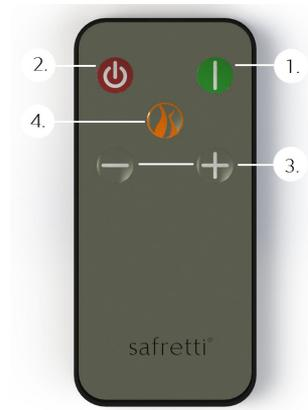
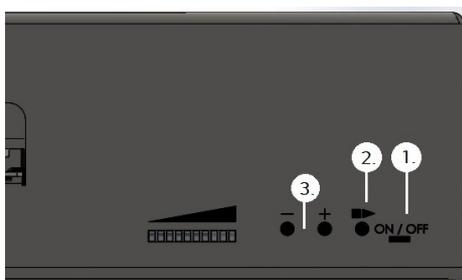

Abbildung 2: Fernbedienung
Abbildung 4: Bedienfeld
- Eine Fernbedienung (Abbildung 2)
- Vier (4) Mono Batterien (Monozelle, D)
- Fünf (5) Dübel und fünf (5) Schrauben
7. Nehmen Sie das Gerät in Betrieb, indem Sie den ON/OFF Schalter am Bedienfeld an der Vorderseite des Batteriefaches betätigen (siehe Abb. 4 Punkt 1).
1. Zum Anzünden der Brennkammer drücken Sie die Start Taste der Fernbedienung (Abb. 2 Punkt 1) für drei Sekunden. Sie haben auch die Möglichkeit, die Start/Stopp Taste auf dem Bedienfeld an der Vorderseite des Batteriefaches (Abb. 4 Punkt 2) zu benutzen. Zu Beginn entsteht ein kleiner Funke. Die Brennstoffpumpe und das Sicherheitsglas werden gleichzeitig aktiviert. Ungefähr 20 Sekunden nachdem das Sicherheitsglas hochgefahren ist, werden zwei weitere Funken die Flammen entzünden.
Sollte nach zwei Funken keine automatische Zündung erfolgen, können Sie mit Hilfe der Zündungstaste auf der Fernbedienung (Abb. 2 Punkt 4) einen zusätzlichen Funken erzeugen. Sie können diesen Vorgang so oft wiederholen, bis sich das Bioethanol entzündet. Falls die Temperatur nicht ansteigt, weil sich das Bioethanol nicht entzündet, schaltet sich das System nach 3 Minuten automatisch ab.
3. Das Gerät kann jederzeit abgeschaltet werden. Um die Flammen zu löschen, drücken Sie entweder die Stopp Taste Ihrer Fernbedienung (Abb. 2 Punkt 2), oder die Start/Stopp Taste auf dem Bedienfeld (Abb. 4 Punkt 2). Das System wird die Pumpe anhalten und die Flammen werden innerhalb von 10 Sekunden erlöschen. Das Sicherheitsglas fährt automatisch ein, sobald die Temperatur in der Brennkammer unter 60 Grad Celsius gesunken ist.